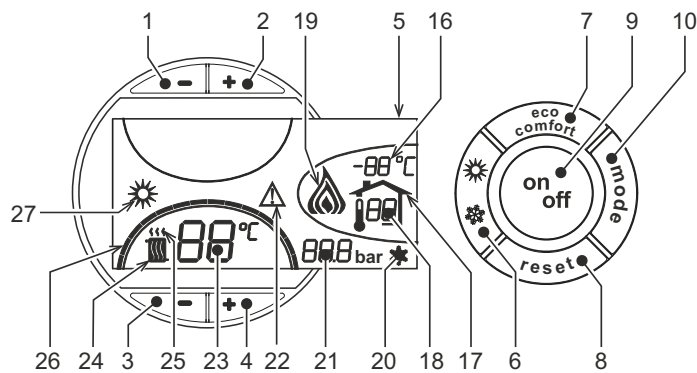
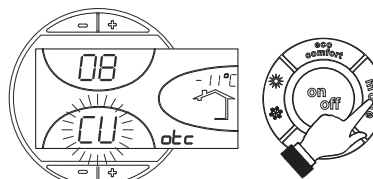
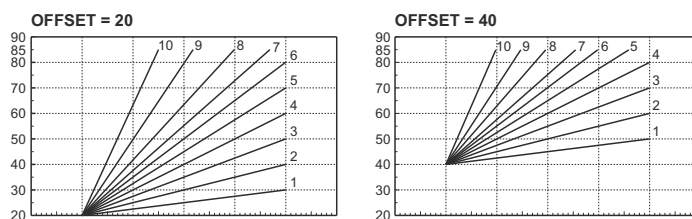

fig. 1 - Pannello di controllo
fig. 9 - Curva di compensazione
fig. 12 - Esempio di spostamento parallelo delle curve di compensazione
Premere il tasto **on/off** (part. 9 - fig. 1) per 1 secondo.
Per riaccendere la caldaia, premere nuovamente il tasto **on/off** (part. 9 - fig. 1) per 1 secondo.
- Premere il tasto ON/OFF (9 - fig. 1)
Premere il tasto **estate/inverno** (part. 6 - fig. 1) per 1 secondo.
Il display attiva il simbolo Estate (part. 27 - fig. 1): la caldaia erogherà solo acqua sanitaria. Rimane attivo il sistema antigelo.
Per disattivare la modalità Estate, premere nuovamente il tasto **estate/inverno** (part. 6 - fig. 1) per 1 secondo.
Agire sui **tasti riscaldamento** (part. 3 e 4 - fig. 1) per variare la temperatura da un minimo di 30 °C ad un massimo di 80 °C.
Agire sui tasti sanitario **-/+** (part. 1 e 2 - fig. 1) per variare la temperatura da un minimo di 10°C ad un massimo di 65°C.
Quando viene installata la sonda esterna (opzionale) sul display del pannello comandi (part. 5 - fig. 1) è visualizzata l'attuale temperatura esterna rilevata dalla sonda esterna stessa. Il sistema di regolazione caldaia lavora con "Temperatura Scorrevole". In questa modalità, la temperatura dell'impianto di riscaldamento viene regolata a seconda delle condizioni climatiche esterne, in modo da garantire un elevato comfort e risparmio energetico durante tutto il periodo dell'anno. In particolare, all'aumentare della temperatura esterna viene diminuita la temperatura di mandata impianto, a seconda di una determinata "curva di compensazione".
Con regolazione a Temperatura Scorrevole, la temperatura impostata attraverso i tasti riscaldamento **-/+** (part. 3 e 4 - fig. 1) diviene la massima temperatura di mandata impianto. Si consiglia di impostare al valore massimo per permettere al sistema di regolare in tutto il campo utile di funzionamento.
Premendo una volta il tasto **mode** (part. 10 - fig. 1) viene visualizzata l'attuale curva di compensazione (fig. 9) ed è possibile modificarla con i **tasti sanitario** (part. 1 e 2 - fig. 1).
Premendo i **tasti riscaldamento** (part. 3 e 4 - fig. 1) si accede allo spostamento parallelo delle curve (fig. 12), modificabile con i **tasti sanitario** (part. 1 e 2 - fig. 1).
Premendo nuovamente il tasto **mode** (part. 10 - fig. 1) si esce dalla modalità regolazione curve parallele.
Se alla caldaia è collegato il Cronocomando Remoto (opzionale), le regolazioni descritte in precedenza vengono gestite secondo quanto riportato nella tabella 1. Inoltre, sul display del pannello comandi (part. 5 - fig. 1), è visualizzata l'attuale temperatura ambiente rilevata dal Cronocomando Remoto stesso.
Selezione Eco/Comfort	Disabilitando il sanitario dal menù del Cronocomando Remoto, la caldaia seleziona la modalità Economy. In questa condizione, il tasto 7 - fig. 1 sul pannello caldaia, è disabilitato.
Abilitando il sanitario dal menù del Cronocomando Remoto, la caldaia seleziona la modalità Comfort. In questa condizione, con il tasto 7 - fig. 1 sul pannello caldaia, è possibile selezionare una delle due modalità.